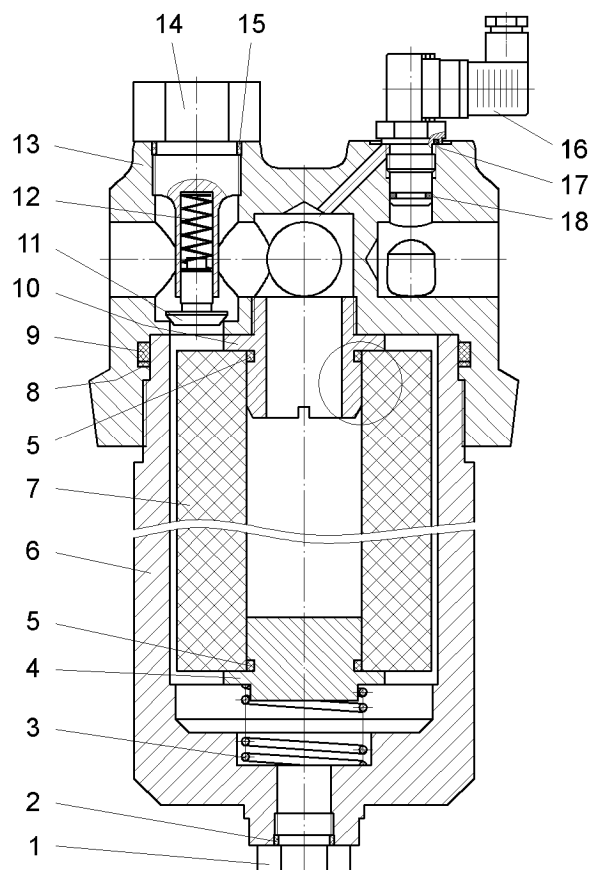

Figure 9.11 - Filtre:
- dévisser le bouchon 1 (figure 9.11) avec la bague 2 et vidanger l'huile du filtre;